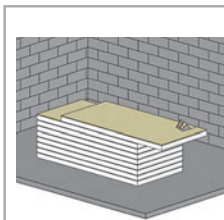
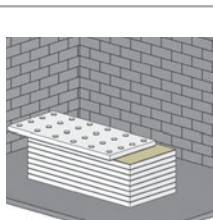

Fig. 1a : Découpe à la scie égoïne (uniquement Polyplac Phonik et Polyplac)
Fig. 1b : Disposition des plots
- Polyplac Phonik et Polyplac : si nécessaire, découper le panneau à la hauteur requise à l'aide d'une scie égoïne (fig. 1a). Disposer des plots de mortier adhésif Knauf (MAK 3) de 200 g environ à raison de 4 plots sur la largeur, disposés tous les 40 cm (fig. 1b). Les plots seront disposés à 10 cm des bords des panneaux. La consommation de mortier est de l'ordre de 2,5 à 3,5 kg/m².